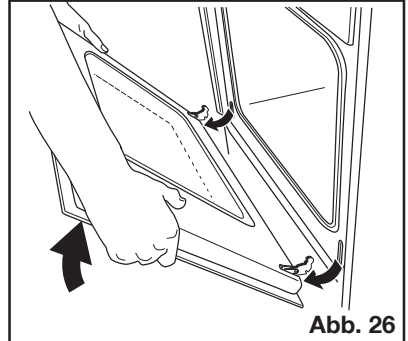

Abb. 26
4. Fassen Sie die Backofen-Tür beidseitig an und schließen Sie sie langsam, ABER NICHT GANZ (siehe Abb. 26).
5. Lösen Sie die Backofen-Tür aus ihrer Verankerung, indem Sie sie nach vorn ziehen (siehe Abb. 26).